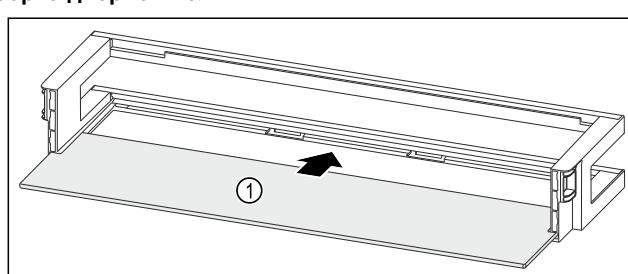

Fig. 95 Дверная полка со съемной полкой
- Вдвиньте съемную полку *Fig. 95 (1)* в боковые пазы.